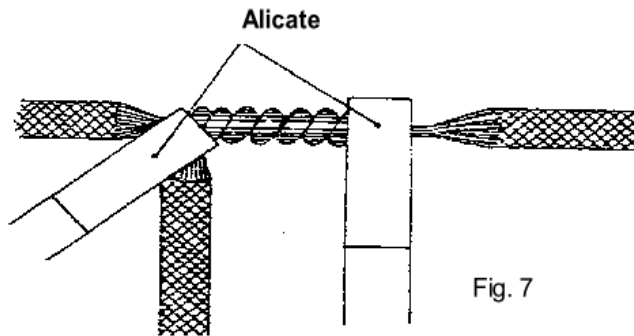

Fig. 7
c) Aperte com outro alicate as espiras e arremate à última. (Fig.7).